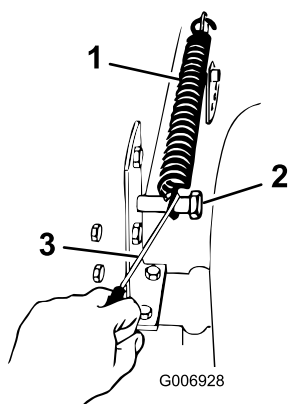

Figure 45
18. Accrochez le ressort compensateur entre la patte de levage droite du plateau de coupe et le boulon de retenue (Figure 45).